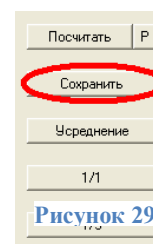

Рисунок 29
- После того, как время реверберации будет определено верно в 1/3 октавах от 100 до 3150 Гц, сохранить результаты, нажав кнопку «Сохранить» (Рис. 29). Программа Signal+ создаст промежуточный файл результатов с расширением .rag .